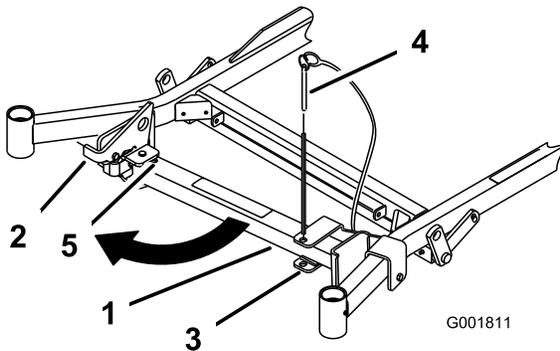
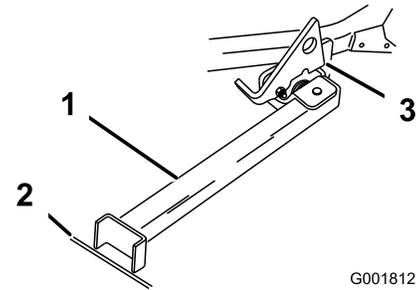

Figura 34
Figura 35
2. Togliete il perno dalla staffa (Figura 34).
3. Alzate il dispositivo di chiusura. Portate il piede del supporto sul davanti e spostate il supporto verso la macchina, nell'intaglio inferiore (Figura 34 e Figura 35).
6. Mettete a terra il piede del supporto ed appoggiate il dispositivo di chiusura sull'aletta orientabile (Figura 35).
**Nota:** Per ottenere risultati ottimali, appoggiate il piede del supporto nelle fessure del marciapiede o nel tappeto erboso (Figura 35).
8. Guidate sul supporto. Fermatevi quando il dispositivo di chiusura cade sull'aletta e si chiude in posizione di BLOCCO (Figura 35). Una volta sul supporto, innestate il freno di stazionamento e spegnete il motore.
7. Riportate il supporto in posizione di RIPOSO (Figura 34).